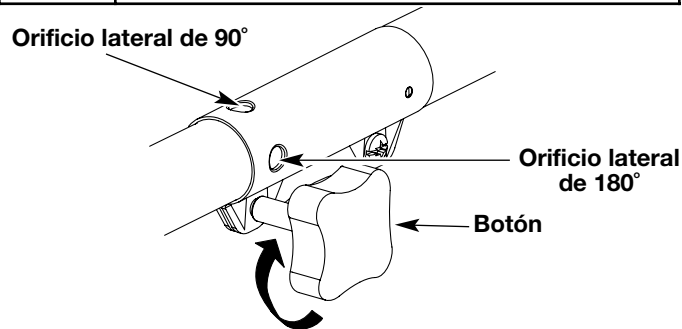

Fig. 3
3. Apriete el botón girándolo hacia la derecha (Fig. 3).
Cuando use el aditamento del recortador de eje recto, trabe el botón del accesorio de corte dentro del **orificio lateral de 90°** o del **orificio lateral de 180°** (Fig. 3).